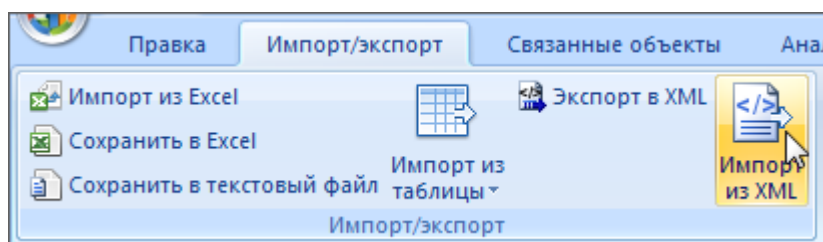

Рис. 28-49 – Импорт состояний из XML файла
- 1) Перейти в связанное окно «Состояния» для экземпляра ФИ и нажать кнопку «Импорт из XML» панели «Импорт/экспорт» (рис. 28-49).